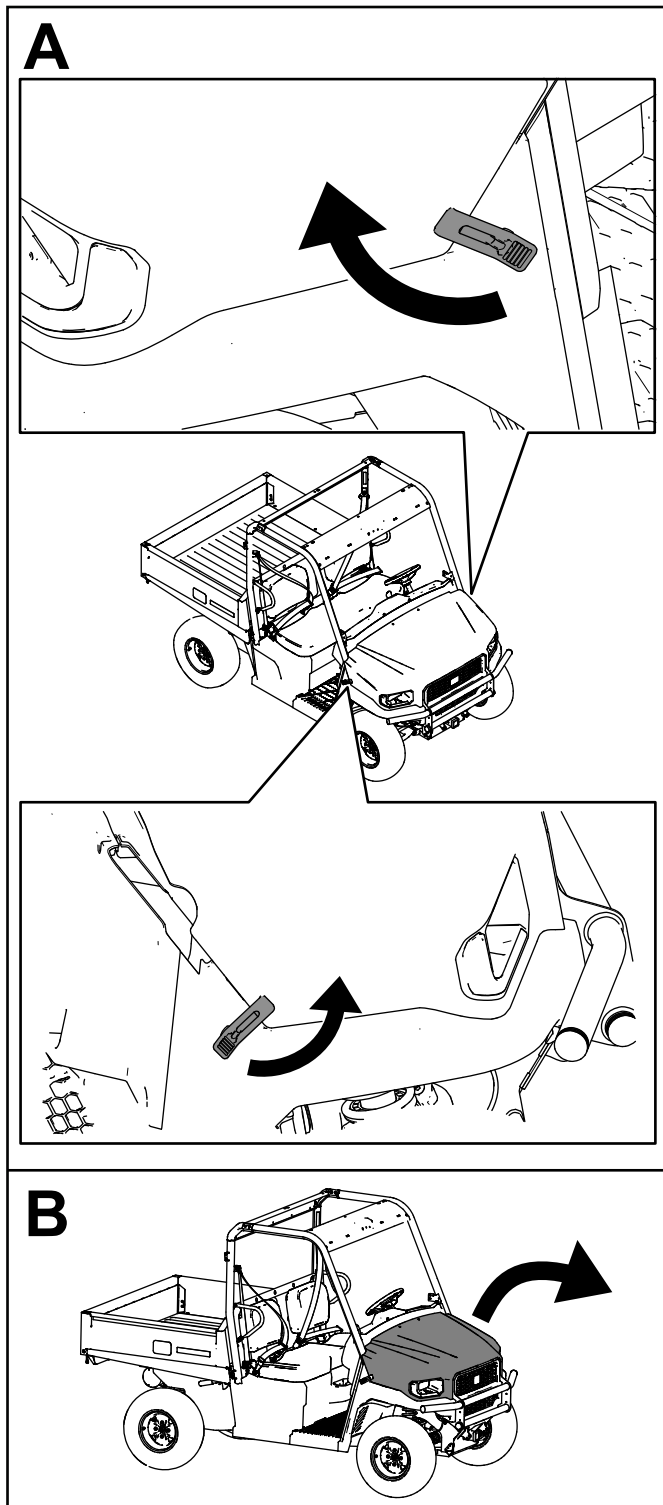

Figura 60
2. Sujete el capó alineando los cierres de goma con los anclajes situados en cada lado del capó (Figura 60).